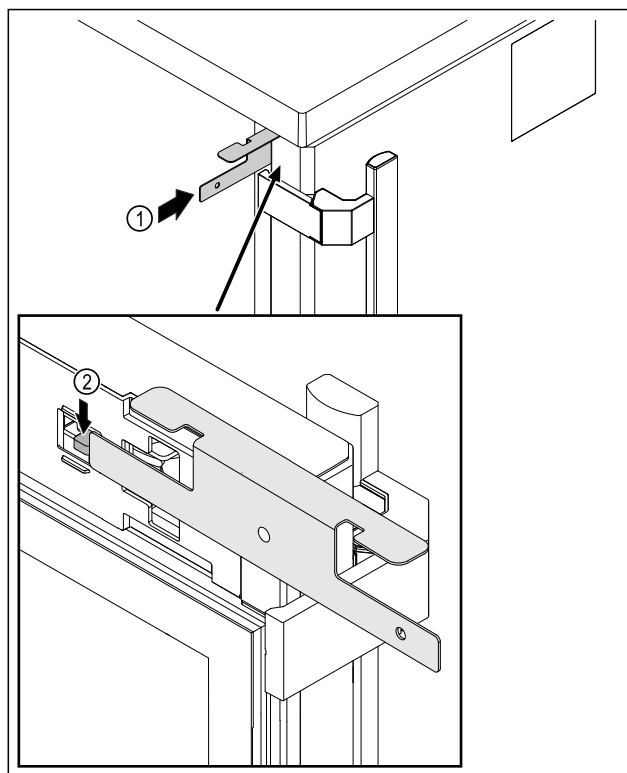

Fig. 218
- Introduzca la llave de desbloqueo de emergencia Fig. 218 (1) entre la puerta y el cuerpo del electrodoméstico.
- Presione el gancho de cerradura Fig. 218 (2) hacia la bisagra.